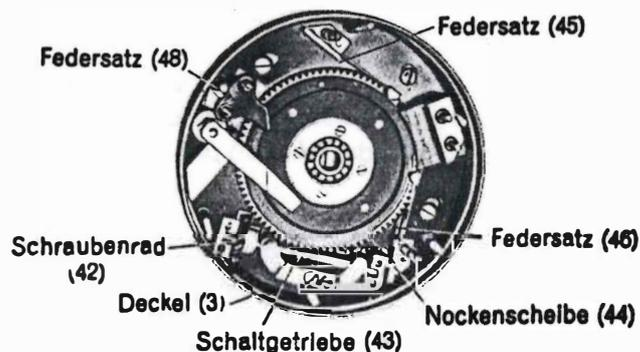

Abb. 60: Antennen-Haspel AH 10
kennzeichneten Schrauben kann dann der Deckel (3) vom Gehäuse des Motors abgehoben werden (vgl. Abbildung 60). Durch weiße Linien ist gekennzeichnet, in welcher Stellung der Deckel wieder aufgesetzt werden muß.
Im Innern des Motordeckels (vgl. Abbildung 60) befindet sich das von der Planspirale der Haspelrille angetriebene Schraubenrad (42), das über das Schaltgetriebe (43) zwecks Betätigung der Federsätze (45, 46, 48) die Nockenscheibe (44) entsprechend dreht.